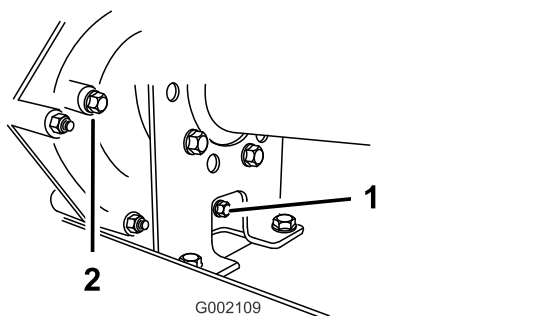
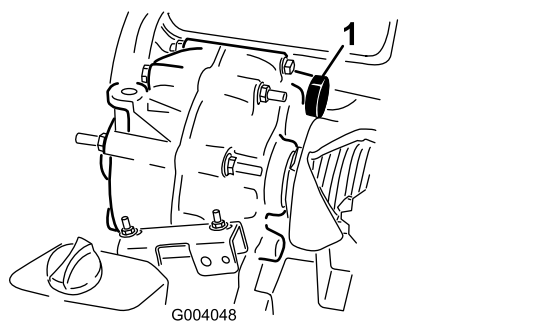

Figura 43
Figura 44
2. Pulite la superficie attorno al tappo di riempimento e di spurgo con un panno (Figura 43).
4. Estraiete il tappo di riempimento facendolo girare in senso antiorario (Figura 43).
5. Estraiete il tappo di spurgo facendolo girare in senso antiorario (Figura 43).
6. Installate e serrate il tappo di spurgo e la guarnizione del foro del tappo di spurgo della trasmissione (Figura 43).
7. Riempite il serbatoio (Figura 44) attraverso il foro di riempimento con circa 1,4 litri del fluido specificato o fino a quando il livello di fluido nella trasmissione non è a livello con il fondo delle filettature. (Figura 43).
8. Installate e serrate il tappo di riempimento e la guarnizione del foro del tappo di riempimento della trasmissione (Figura 43).
10. Controllate il livello del fluido e aggiungetene altro se è al di sotto delle filettature del foro del tappo di riempimento (Figura 43).